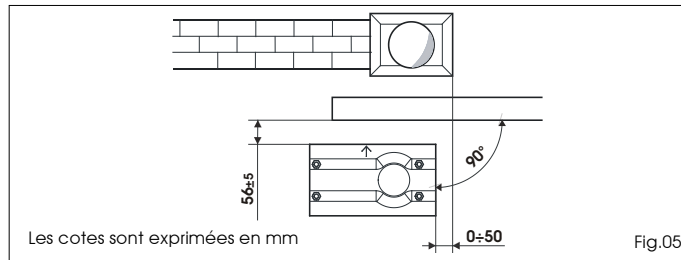
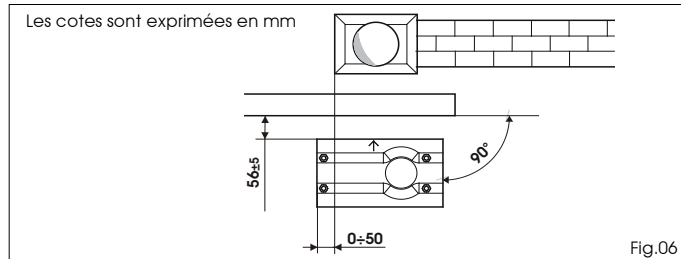

Fig.05
Fig.06
- 2- Pour garantir un bon accouplement entre le pignon et la crémaillère, la plaque de fondation doit être positionnée d'après la Fig. 05 (fermeture droite) ou la Fig. 06 (fermeture